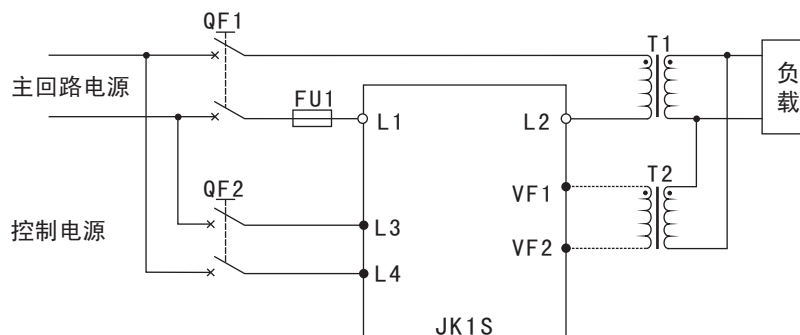

图3-7 变压器一次侧接线
- (1) 注意：L3、L4最大输入为440VAC，如主回路电压超过L3、L4输入允许值，要求加变压器降压，同时注意L1、L3的相位关系；
- (2) 控制器出厂时已经连接输出反馈，如果恒定变压器一次侧电压，不用修改反馈接线；
- (3) 恒定变压器二次侧电压时，请按图3-7接线，要求：
- (4) 带变压器负载时，设置2.12 = 1；
- (5) 限制变压器一次侧电流，合理设置2.10、2.11；
- (6) 控制接线及参数设置请参照应用实例1。